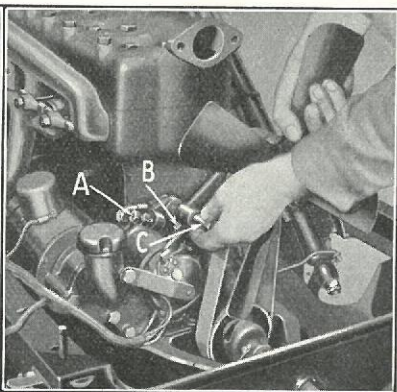

Fig. 101
- Skru Justeringsskruen ud (Fig. 101-A), saaledes at Øret »B« paa Ventilatorlejet ikke kommer i Vejen.